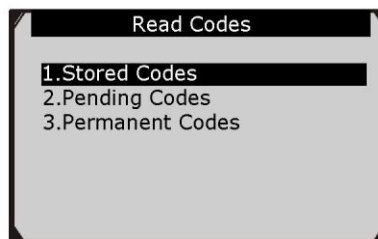

Рисунок 5-4
2) С помощью кнопки прокрутки вверх/вниз выберите пункт **Stored Codes** [Сохраненные коды], **Pending Codes** [Активные коды] или **Permanent Codes** [Постоянные коды] в меню **Read Codes** [Считывание кодов], а затем нажмите кнопку **OK**. См. рисунок 5-4.